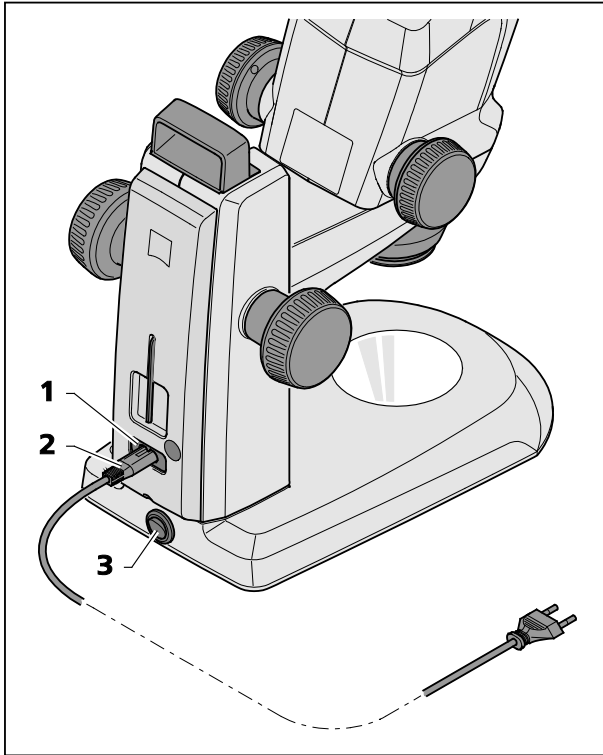

Fig. 12 Ligar o estereomicroscópio
- Inserir o cabo de ligação à rede (Fig. 12/2) na tomada de rede (Fig. 12/1) do estativo.
- Ligar o cabo de rede (Fig. 12/2) a uma tomada de corrente da rede.
- Ligar ou desligar o estereomicroscópio por meio do interruptor de rede (Fig. 12/3).